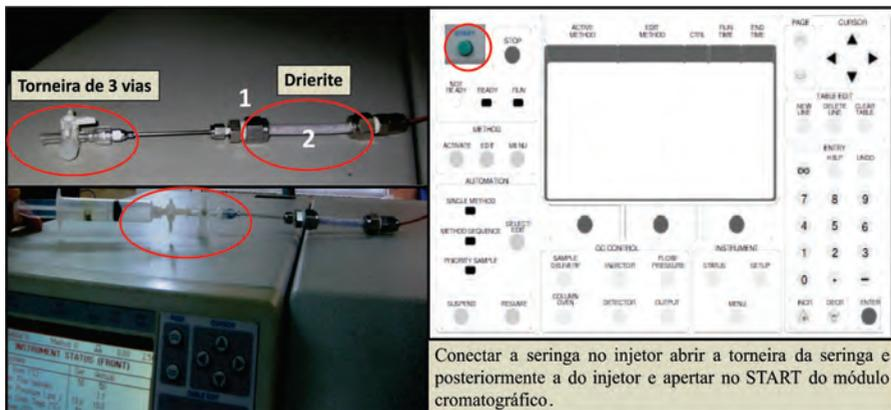

Figura 17. Injeção de amostras no cromatógrafo GC-CP3800 Varian.
- Introduzir a amostra no injetor manual (*on-column*) com auxílio de uma seringa de polipropileno de 10 ml8 que possui uma torneira de três vias. Para a injeção, deve-se abrir a torneira da seringa e, posteriormente, abrir a torneira do injetor e apertar no botão Start do painel de controle do módulo do cromatógrafo GC-CP3800 Varian (Figura 17).
Obs.: Para eliminar umidade residual da amostra usa-se **drierite** no injetor, que deve ser trocado periodicamente no início de uma nova análise. Para isso, retira-se com uma chave inglesa a porca e a conexão visualizada no ponto 1 e com o auxílio de um funil coloca-se o dessecante no ponto 2 (Figura 17). O drierite é um dessecante de alta qualidade9 feito a partir de 97% de sulfato de cálcio ( $\text{CaSO}_4$ ) e 3% cloreto de cobalto ( $\text{CoCl}_2$ ) anidro, quimicamente inerte, exceto para a água, e pode ser regenerado. A substituição deve ser feita quando a cor padrão (azul) ficar rosa por causa da absorção de traços de água ( $\text{H}_2\text{O}$ ). Recomenda-se regeneração a 235 °C ou 450 F em mufla por 2 horas.